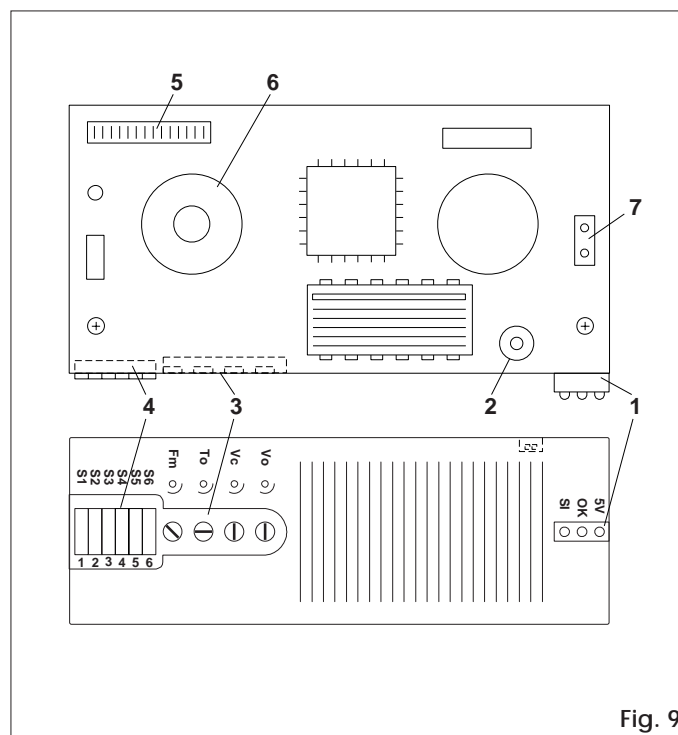

Fig. 9
- 7) Controlar que se encienda el diodo 5 V de la unidad de programación (fig. 9).
5.1 ESQUEMA Y DISPOSICIÓN (fig. 9)
Los trimeres de la unidad de programación (fig. 9-ref. 3) sirven para definir los siguientes parámetros: